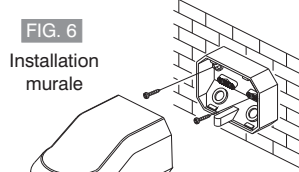

FIG. 6
- Enlever la plaque de support postérieure (tenue par 1 vis sur le fond) par le boîtier du détecteur (FIG. 6).
- Entfernen sie die rückwärtige Montageplatte (die mit einer Schraube an der Unterseite befestigt ist) vom Sensorgehäuse (ABB. 6).